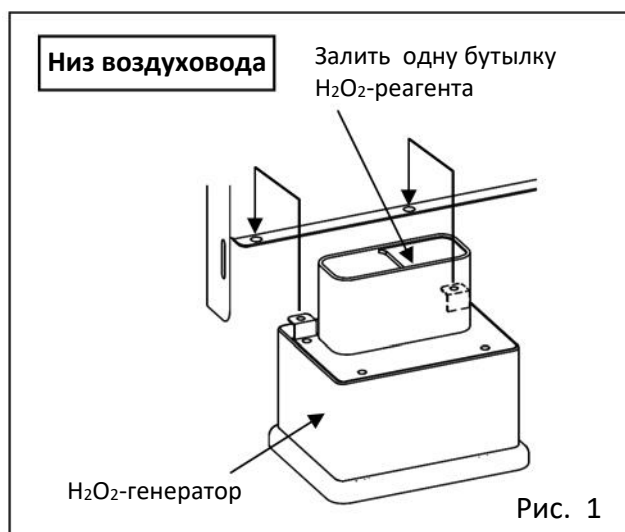

Рис. 1
5. Залейте в H₂O₂-генератор МСО-НР-PW одну бутылку обеззараживающего H₂O₂-реагента (МСО-H₂O₂-PE) (Рис. 1).
6. Установите два штифта H₂O₂-генератора в два отверстия в нижней левой части воздуховода (Рис.1).
10. Убедитесь, что воздуховод, вентилятор и H₂O₂-генератор надежно прикреплены (см. Рис. 1 – 3 на стр. 88). После этого закройте внутреннюю и внешнюю дверцы.